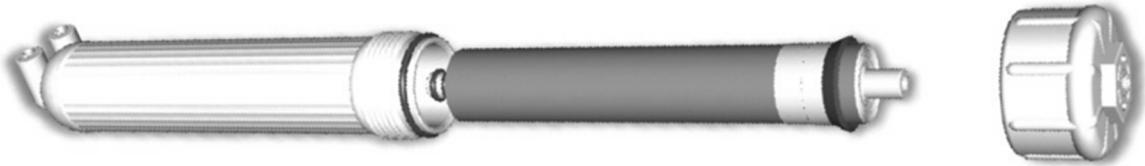

Abb. 5: Membran einsetzen
- Stecken Sie die Membran zentrisch in das Gehäuse (s. Abb. 5).